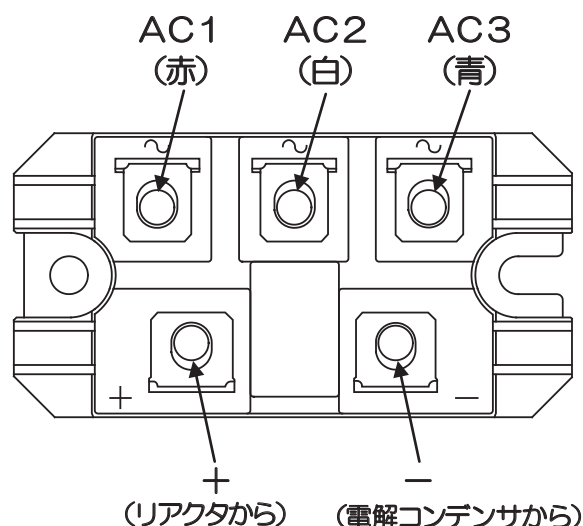

図1 部品配置図
- ⑥ ダイオードモジュール（AC1、AC2、AC3、+、-）に配線を接続してください。（図1参照）